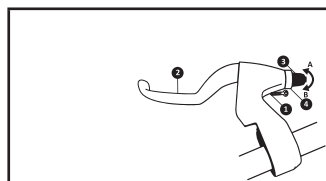

Рис. 13.1: Тормозная ручка тормозов V-типа и ее регулировки
► **Тормозная ручка** (рис. 13.1, поз. 2) механических тормозов (ободных или дисковых) имеет две регулировки – винт изменения расстояния до рычага тормозной ручки и механизм регулировки натяжения тросика. Расстояние до рычага тормозной ручки изменяется вращением винта (рис. 13.1, поз. 1). Установите положение рычага так, чтобы вы без проблем доставали до него пальцами, но при этом так, чтобы при нажатии на рычаг он не упирался в грипсу руля. Винт (рис. 13.1, поз. 3) и контргайка (рис. 13.1, поз. 4) регулировки натяжения тросика используются только для эксплуатационной подстройки натяжения троса тормоза. Каждый раз, когда вы регулируете натяжение, не забывайте зафиксировать винт с помощью контргайки.
Повторяйте последнюю операцию до тех пор, пока расстояние между колодками и ободом не примет требуемого значения. Тонкую регулировку при необходимости можно провести с помощью механизма (рис. 13.1, поз. 3, 4) регулировки натяжения тросика (см. ниже).
► **Эксплуатационная регулировка натяжения тросика** производится по мере износа фрикционной части тормозных колодок и соответственно изменения их высоты. Открутите контргайку (рис. 13.1, поз. 4) и отрегулируйте рабочую длину тросика с помощью винта (рис. 13.1, поз. 3) так, чтобы свободный ход колодок вернулся к требуемым значениям. Не забудьте закрутить контргайку.
тросик из рубашки (оплетки). Поверните регулировочный винт (рис. 13.1, поз. 3) на тормозной ручке и контргайку (рис. 13.1, поз. 4) так, чтобы разрезы на их корпусах совпали с прорезью на корпусе тормозной ручки. Нажмите на рычаг тормозной ручки и выньте тросик сквозь прорезь. Затем выньте концевой цилиндр крепления тросика из соответствующего паза на рычаге тормозной ручки. Установка тросика производится в обратной последовательности.